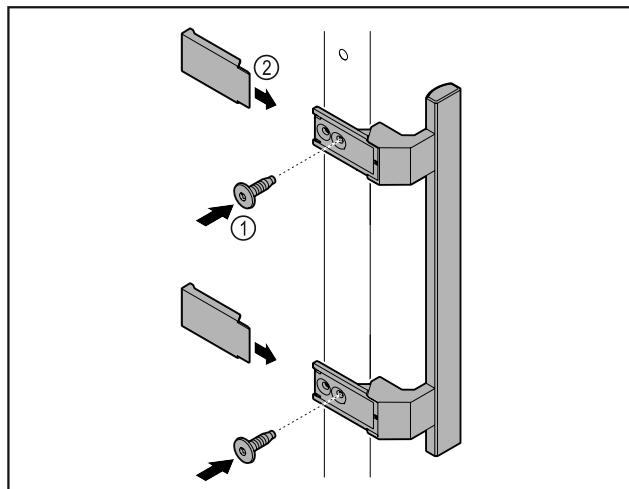

Fig. 9
- Iz paketa vzemite ročaj in ga privijte na vrata s priloženimi vijaki Fig. 9 (1).
- Namestite pokrov Fig. 9 (2).